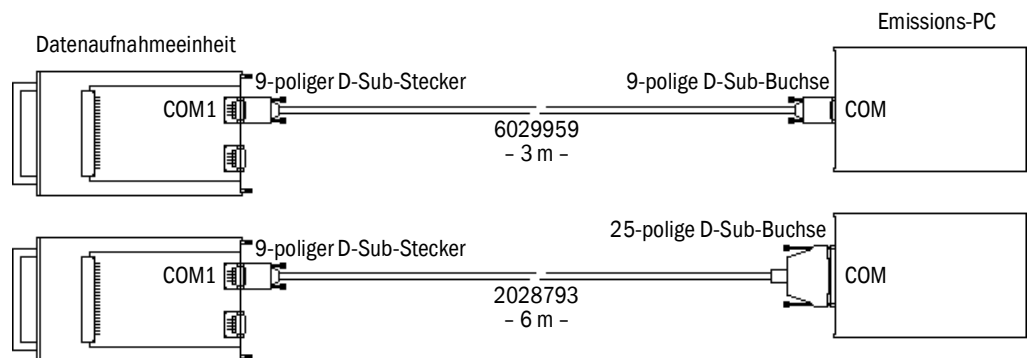

Abb. 2: RS232-Verbindungsvarianten
- Maximale Längen der Anschlussleitungen zum Emissions-PC beachten, siehe Abb. 2: "RS232-Verbindungsvarianten", Seite 13.
- RS232 (siehe Abb. 2: „RS232-Verbindungsvarianten“), max. 15 m